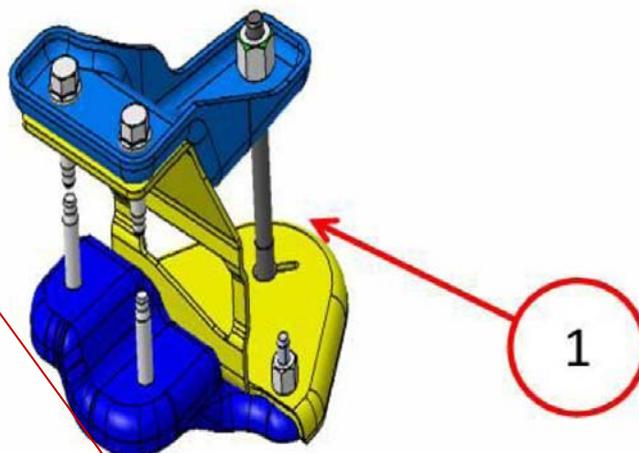

Fig. 3 Bullone verticale di fissaggio trasmissione
3. Rimuovere il bullone verticale (1) del montante di fissaggio trasmissione (Fig. 3).
4. Montare un nuovo bullone verticale del montante di fissaggio trasmissione, p/n K06102378AA (Fig. 3).